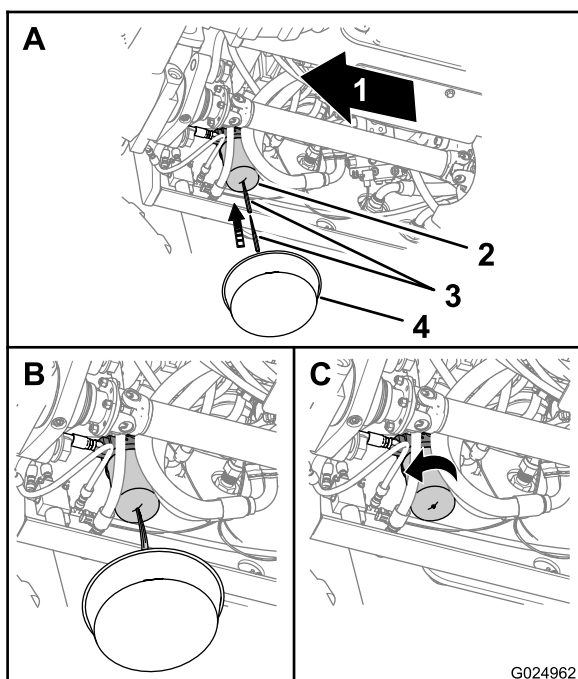

Figura 102
1. Collocate una bacinella di spurgo sotto il filtro dell'olio della trasmissione (Figura 102).
2. Punzionate la base del filtro della trasmissione e lasciate defluire il fluido idraulico restante nella bacinella di spurgo (Figura 102).
3. Togliete il filtro della trasmissione con una chiave per filtri e scartatelo (Figura 102).
6. Montate il nuovo filtro a mano e serrate il filtro da mezzo a tre quarti di giro dopo che il filtro entra in contatto con la relativa testa (Figura 102).